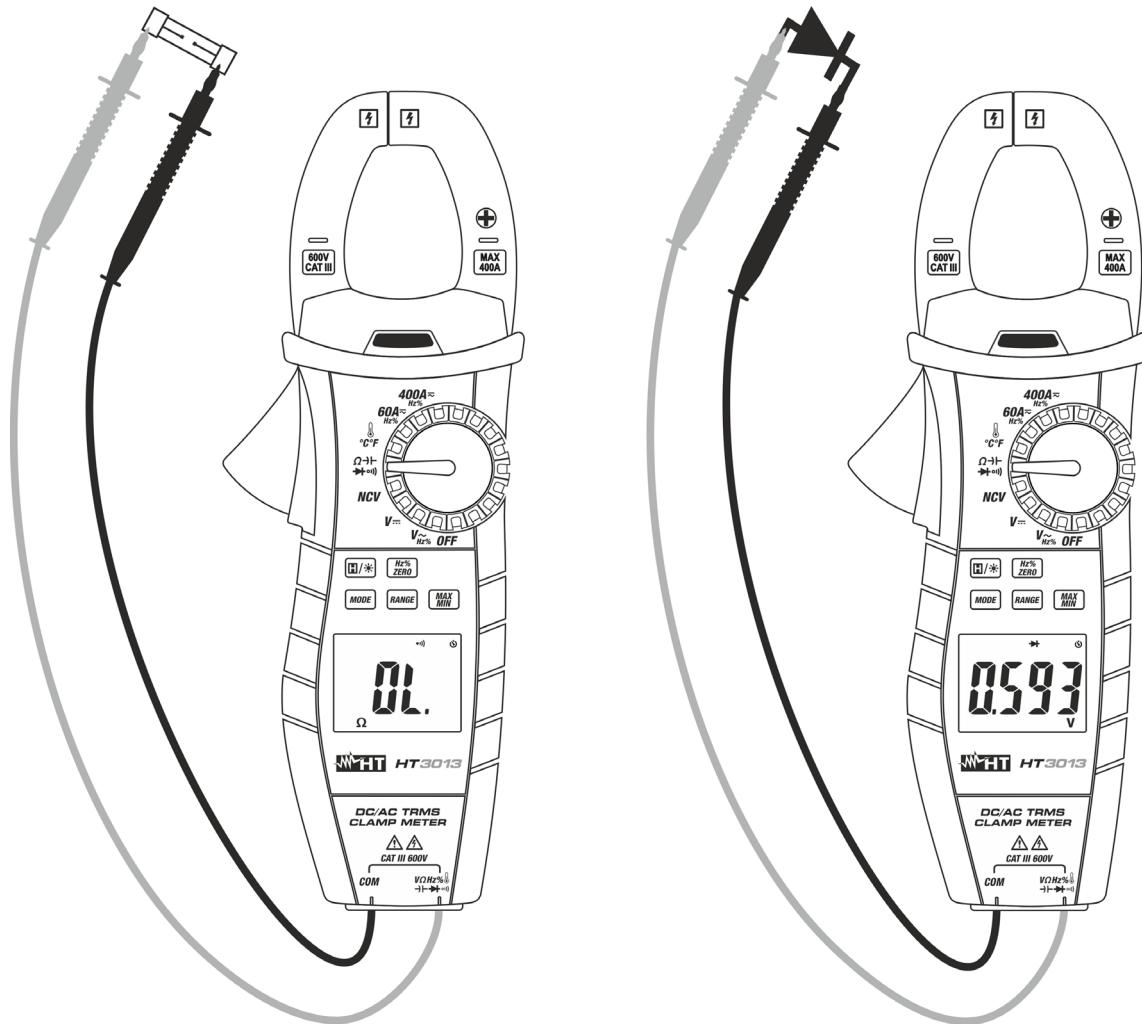

Fig. 8: Uso del instrumento para la prueba de Continuidad y Prueba de Diodos
3. Inserte el cable rojo en el terminal de entrada  $\nabla \Omega \text{Hz} \% \rightarrow \perp \rightarrow \parallel$  y el cable negro en el terminal de entrada **COM** y efectúe la prueba de continuidad sobre el objeto en prueba (vea Fig. 8 – parte izquierda). El indicador acústico emite una señal acústica cuando el valor de la resistencia medida es inferior a aproximadamente  $30\Omega$
5. Conecte la punta roja al ánodo del diodo y la punta negra al cátodo en caso de medida de polarización directa (vea Fig. 8 – parte derecha). Invierta la posición de las puntas de prueba en caso de medida de polarización inversa